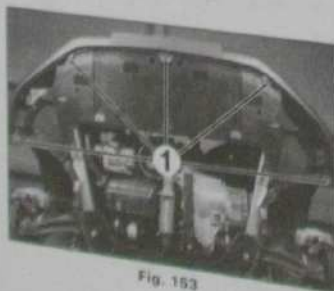

Fig. 153
- Sous le véhicule, déposer les vis de fixation (1) (Fig. 153).